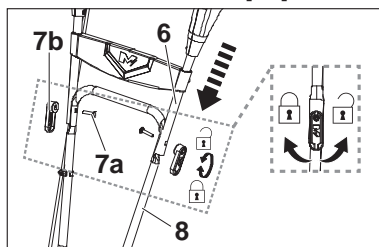

Fig. 2
3. Alignez les trous de la barre de poignée supérieure [6] avec les trous de la barre centrale de la poignée [8] et fixez le raccordement à l'aide des boulons [7a] et des leviers [7b] (Fig. 2).